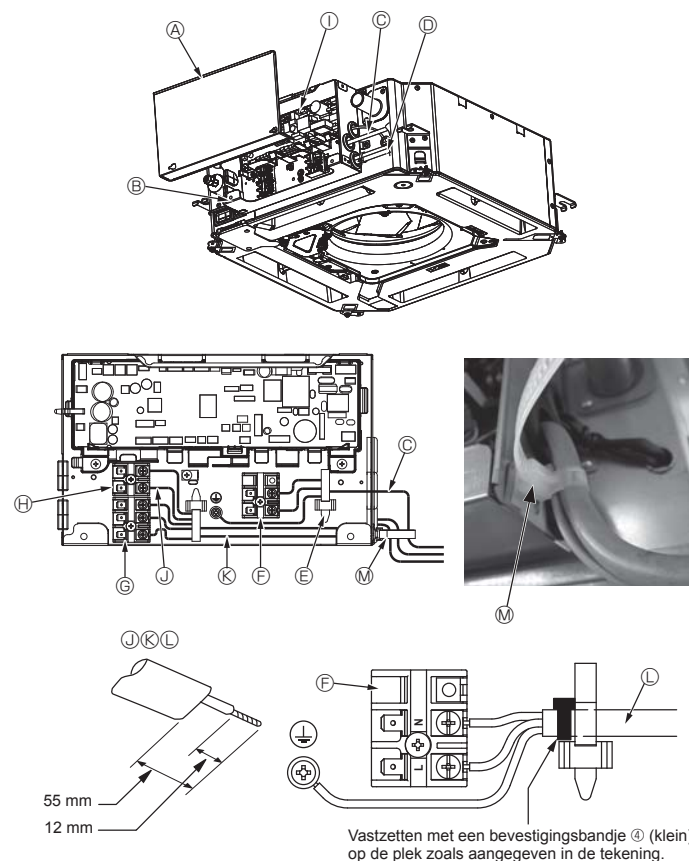
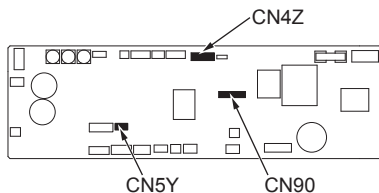
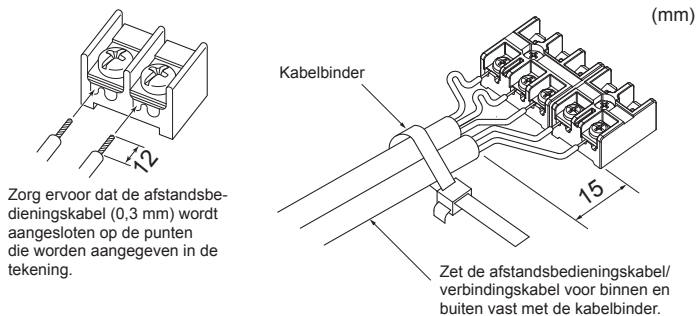

Fig. 4-1
Fig. 4-2
Fig. 4-3
4.1. Binnenunit (Fig. 4-1, Fig. 4-2, Fig. 4-3)